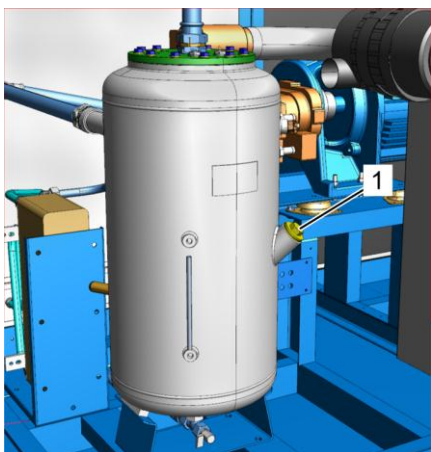

Рис. 32: Резьбовая пробка наливного отверстия
6. Удалите резьбовую пробку наливного отверстия на баке для воды (Рис. 32/1).